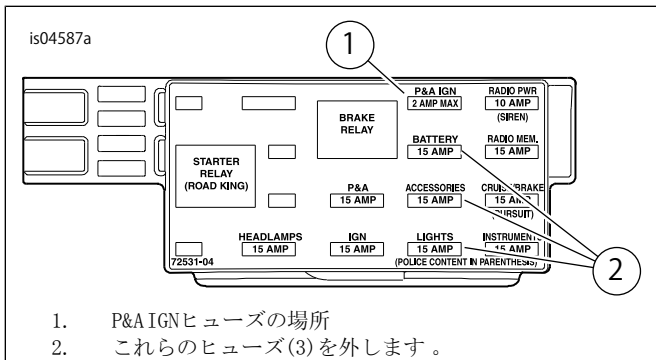

図10。P&AIGNヒューズキャビティ (2004年～2007年Touringモデル)
3. 2004～2007年モデル: 「図10」を参照してください。「P&AIGN」「2AMAX」(1)と書かれたヒューズキャビティーを見つけます。このキャビティーの片側にしかターミナルはありません。この列に現在取り付けられているヒューズ(2)を3個取り外し、それぞれの位置をメモします。
2. キットからオレンジ/白色のヒューズブロックアダプターワイヤー(11)を取り出します。各末端のターミナルを確認します(「図10」を参照、上面図)。スプリングタブ付きターミナルのみが、ヒューズのキャビティに合います。慎重に、スプリングタブなしターミナルを配線から切り取り、廃棄します。